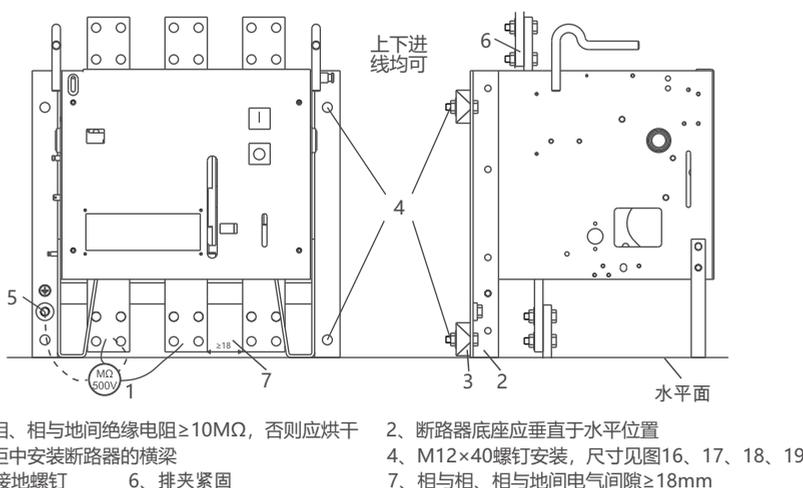

图20 断路器安装示意图
绝缘测试与安装方法示意图图20。
7.2.2 按图20再检查一次绝缘电阻。
断路器长期停用后，在投入使用前必须按图20示意进行绝缘电阻检查。